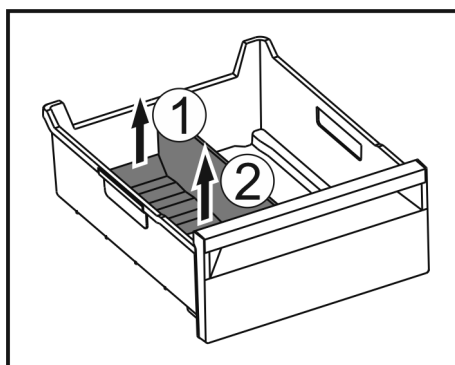

Fig. 148
- ▶ Приподнимите заднюю часть разделителя отделения для льда. Fig. 148 (1)
- ▶ Извлеките разделитель отделения для льда движением вверх. Fig. 148 (2)